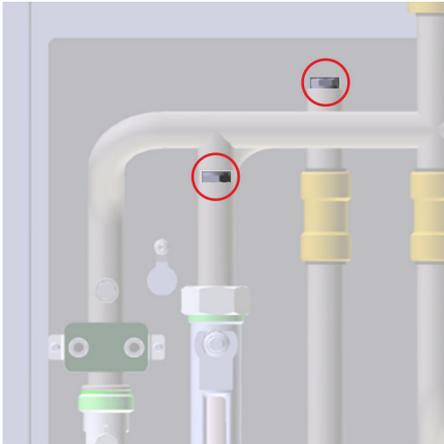

Abb. 82: Ventile aufdrehen
1. Um den Primärkreislauf des Frishwarmwassermoduls drucklos zu schalten, 4 Ventile (Abb. 82/rote Ringe) aufdrehen.